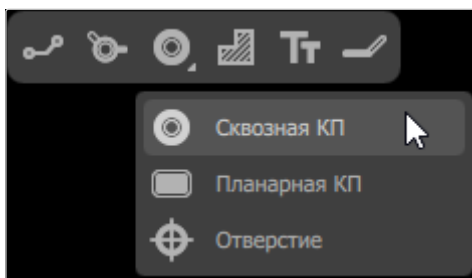

Рисунок 120. Инструменты «Сквозная КП», «Планарная КП» и «Отверстие» на панели инструментов
- 2) В раскрывшемся списке выбрать инструмент «Сквозная КП», «Планарная КП» или «Отверстие» (см. рисунок 120).